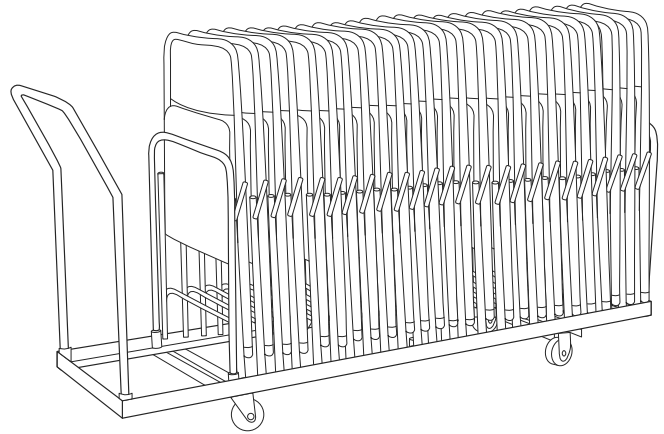

Figure 4
- If more than 14 chairs are stacked, start stacking chairs on right. (See Figure 4)
- S'il y a plus de 14 chaises à empiler, commencez par le côté droit. (Voir Figure 4)